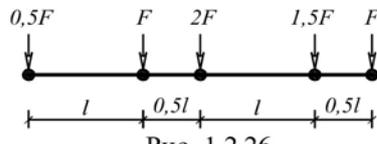

Рис. 1.2.26
3. найти максимальное и минимальное значение изгибающего момента в сечении k от подвижной системы связанных грузов, показанной на рис. 1.2.26.